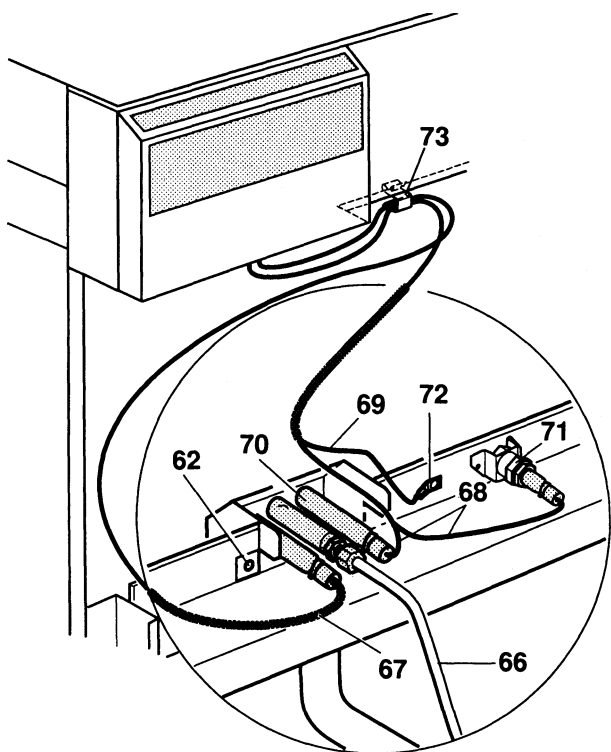
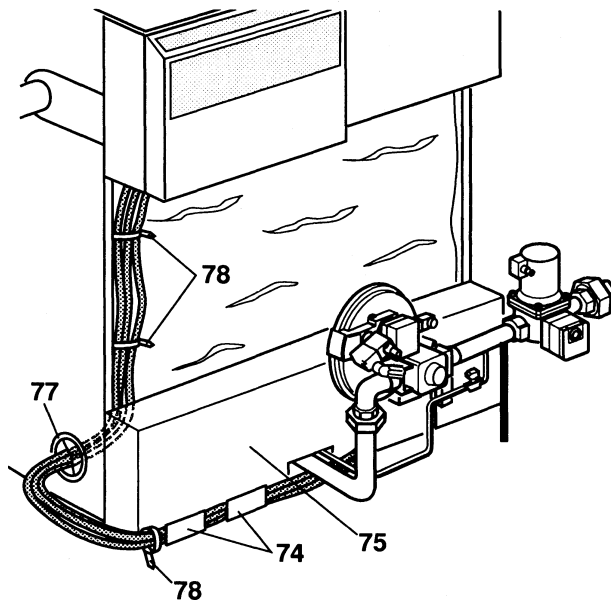

Рис. 31
Рис. 33
- К горелке (2) подключить заранее смонтированную газовую арматуру (61).
- После подключения газовой арматуры (61) незамедлительно установить опору (65).
- Собранный на держателе (63) узел горелки вставить в соответствующее окно топки (64) и прикрепить держатель к плате горелки (2) двумя болтами М5 и шайбами (62).
- Подключение подачи газа с левой стороны является возможным, повернув газовую арматуру (61) на 180° и переставив соответственно контур подачи газа для пуска (66), см. рис. 31.
Внутренние контуры электрического подключения к газовой арматуре и к пусковой горелке должны быть выполнены так, как это показано на рис. 31 и рис. 33 и зафиксированы во избежание соприкосновения с горячими поверхностями.